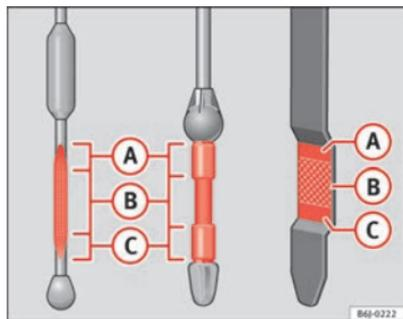

Fig. 163 Jauge d'huile moteur
- Puis retirez-la à nouveau et vérifiez le niveau d'huile ⇒ fig. 163. Faites l'appoint d'huile moteur si nécessaire.